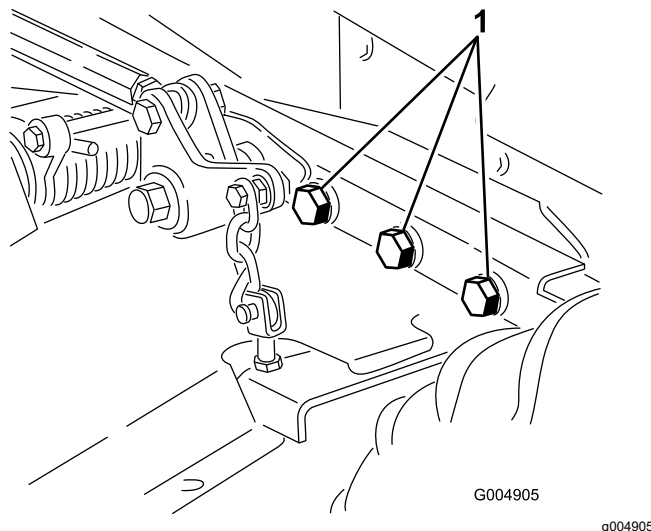

Figura 60
5. Compruebe que todos los herrajes están bien apretados; apriételos si es necesario. Apriete los 6 pernos que sujetan el bastidor de la plataforma de corte a la unidad de tracción (Figura 60) a 359 N·m (265 pies-libra).